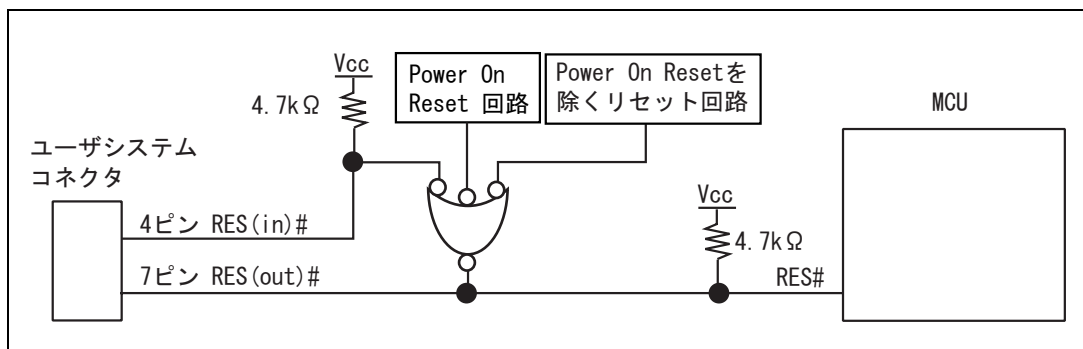

図 1.6 RES#端子の結線
3. ユーザシステムコネクタの4ピンのRES(in)#端子はE10A-USBエミュレータがMCUに対して出力する信号線です。ユーザシステム上のリセット回路と4ピンのRES(in)#端子を図1.6のようにして、MCUに結線してください。また、ユーザシステムコネクタの7ピンのRES(out)#端子はE10A-USBエミュレータがMCUのRES#端子をモニタする信号線です。プルアップの上、ユーザシステムコネクタの7ピンに結線してください。